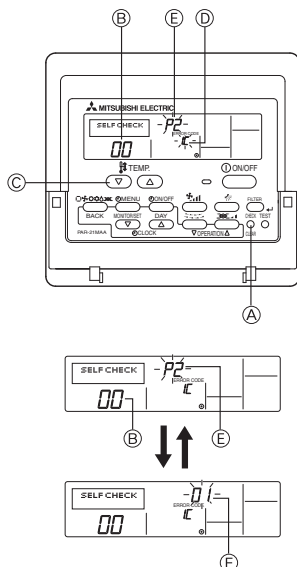

Fig. 7-2
7.3. Zelfcontrole (Fig. 7-2)
- ① Schakel de netspanning aan.
- ② Druk tweemaal op de [CHECK]-knop.
- ③ Stel met de [TEMP]-knop het adres van het koelmiddel in, indien systeemregeling wordt gebruikt.
- ④ Druk op de [ON/OFF]-knop om de zelfcontrole te stoppen.